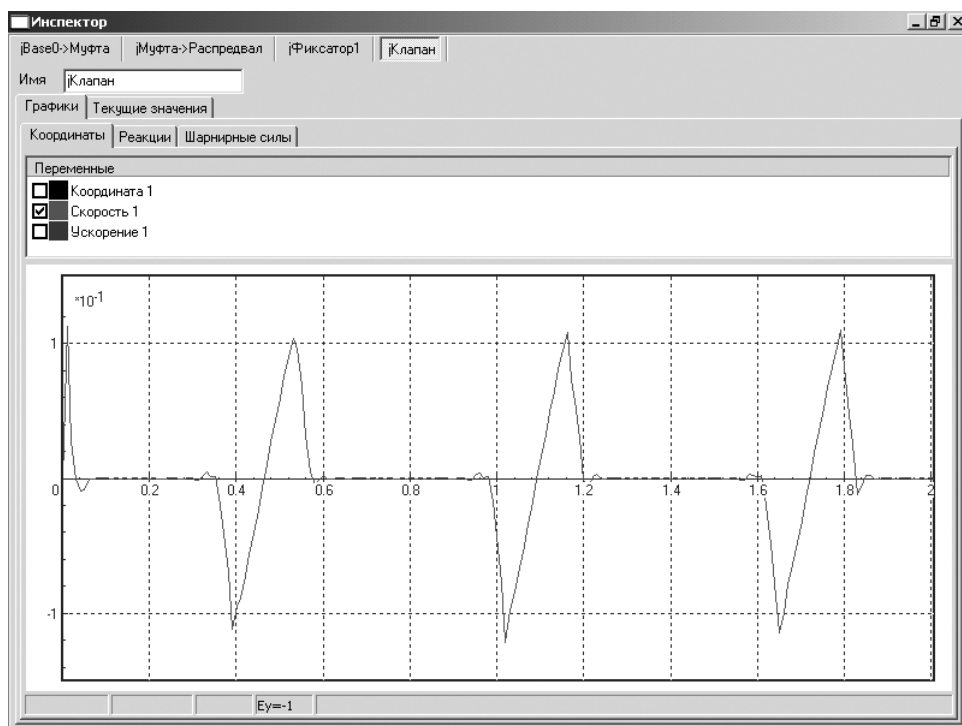

Рис. 2.48. Окно **Инспектор** с графиком скорости перемещения клапана
- щелкните в окне **Инспектор** в верхнем правом углу по кнопке  – **Развернуть**. Окно **Инспектор** развернется во весь экран, см. рис. 2.48.